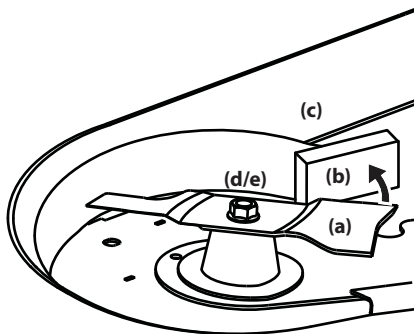

Figure 4-22
3. Enveloppez un chiffon autour de la lame (a) et retenez la lame (a) pour l'empêcher de tourner, ou immobilisez la lame (a) en plaçant un morceau de bois (b) entre la lame (a) et le boîtier du plateau de coupe (c). Voir Figure 4-22.